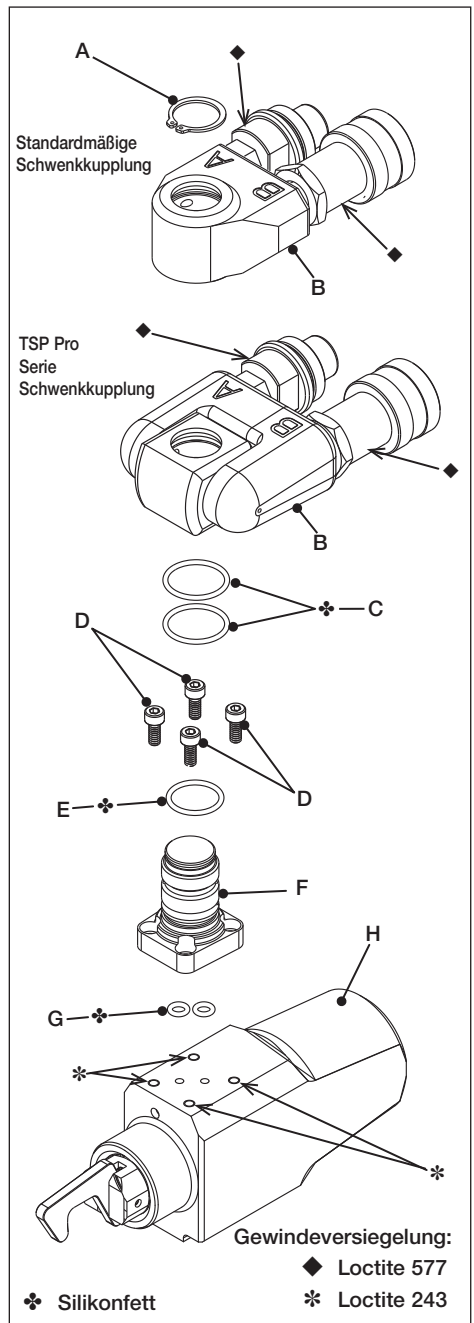

Abb. 14
5.3 Vollständige Wartung - Hydraulik-Schwenkkupplung und Antriebseinheit (Abb. 14, 15 und 17)
Siehe Abb. 14 und 17 für Schwenkkupplungskomponenten.
- Geben Sie etwas von der Gewindeversiegelung Loctite 243 in die Gewindebohrungen der Antriebseinheit. Für die Positionen siehe (*) in Abbildung 14.
- Bringen Sie zwei O-Ringe (G) an den Anschlüssen der Basis der Schwenkkupplungsstange (F) an.
- Positionieren Sie die Schwenkkupplungsstange (F) auf der Antriebseinheit (H) und stellen Sie sicher, dass die Hydraulikanschlüsse ausgerichtet sind. Achten Sie darauf, dass die O-Ringe (G) nicht herausfallen und nicht eingeklemmt oder eingequetscht werden.
- Bringen Sie die entfetteten M4 Inbusschrauben (D) an und ziehen Sie diese auf 5,1 Nm [3,7 Ft.lbs] an.